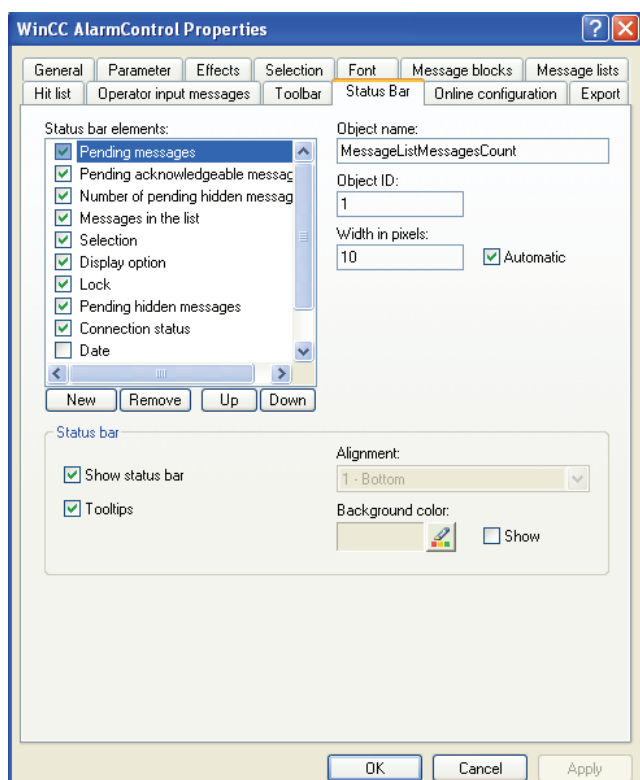

图 8-25 “Status Bar”选项卡
② 组态状态栏
- a) 转到“Status Bar”选项卡，如图 8-25 所示。